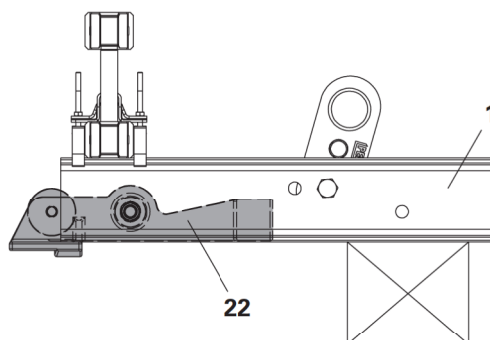

Fig. B2.08
4. Verificare che l'arresto a cerniera si muova liberamente. (Fig. B2.08 + B2.09)